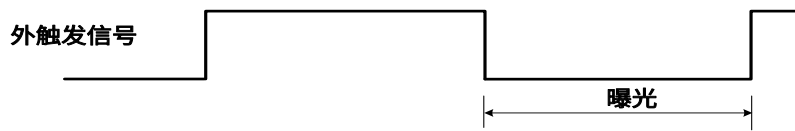

图 8-29 下降沿触发宽度曝光模式时序图
- 若启用下降沿触发，曝光会在触发信号下降时开始，一直持续到触发信号上升结束，如图 8-29 所示